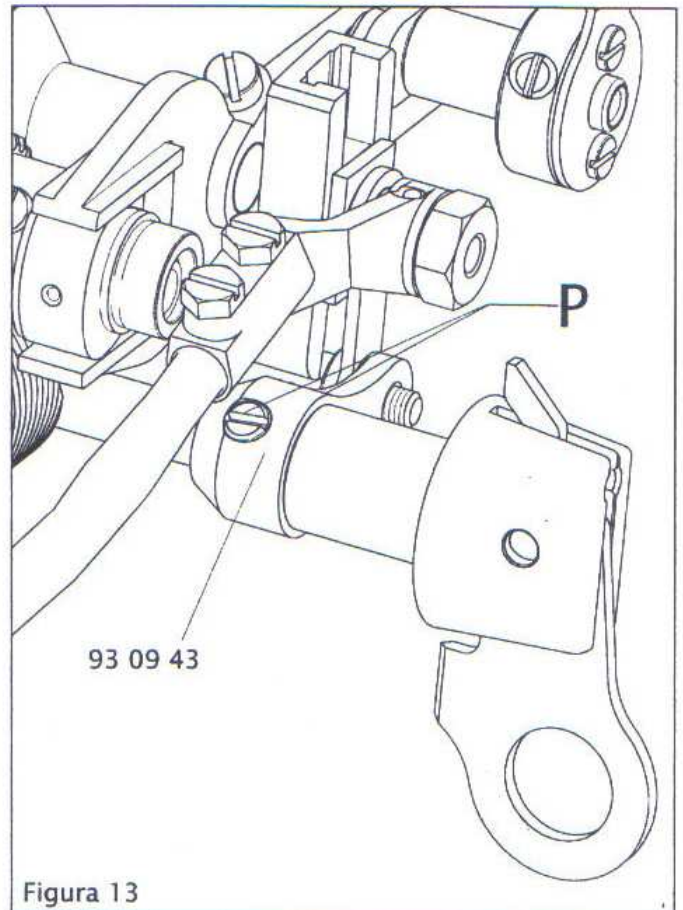

Figura 13
- Si el soporte de la barra de aguja oscilase, afloje los tornillos P de la manivela del mando de amplitud 93 09 43 (figura 13) y gire ésta sobre su eje hasta conseguir la posición CERO.